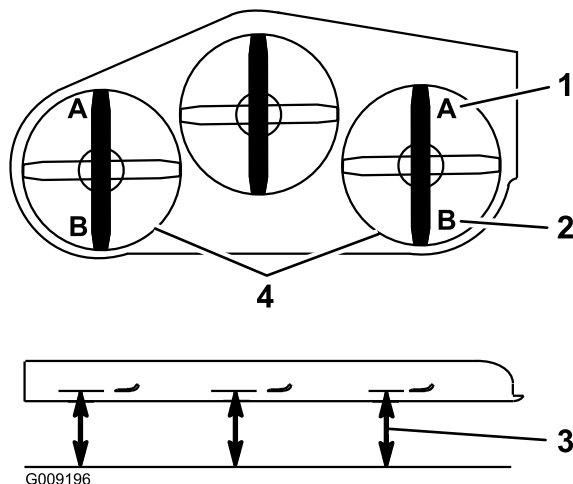

Figura 92
9. Su ambo i lati del piatto di taglio, misurate dalla superficie piana all'estremità anteriore della lama (posizione A). La misura deve essere di 7,6 cm (Figura 92).
15. Su ambo i lati del piatto di taglio, misurate dalla superficie piana all'estremità posteriore della lama (posizione B). La misura deve essere di 8,3 cm (Figura 92).